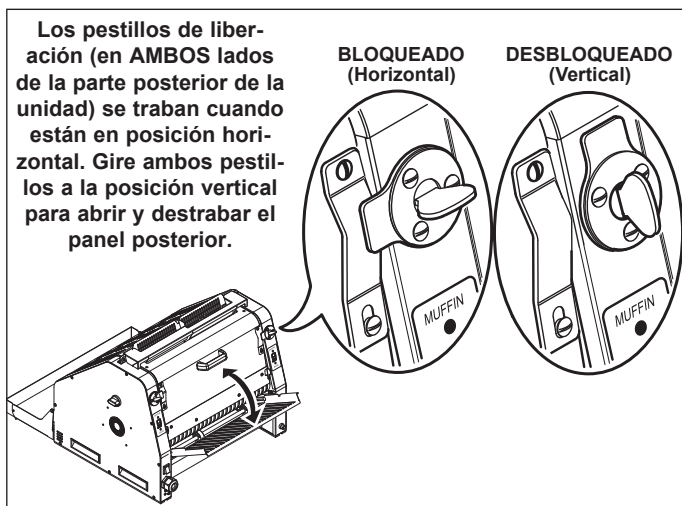

Figura 8. Pestillos de liberación del panel posterior
1. Mire la parte posterior de la unidad. Gire los dos pestillos de liberación del panel posterior (Figura 8) a la posición vertical y abra el panel posterior.